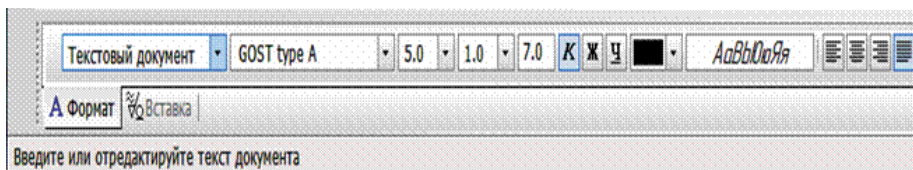

Рис. 119
3. Выполнить оформление дополнительного листа с произвольным текстом. Введение и форматирование текста осуществлять, обращаясь к активной панели свойств (рис. 119).